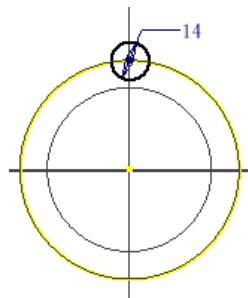

图 6-17 绘制圆形
②单击【草图】标签内【绘制】面板中【圆】按钮，以圆象限点为圆心绘制一个圆形，标注直径为 14，如图 6-17 所示。